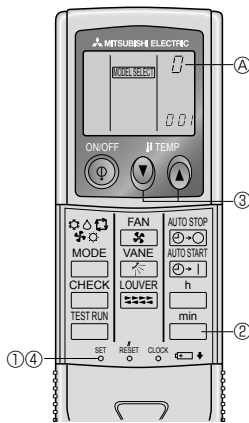

Fig. 6-8
5) Asignación de un mando a distancia para cada unidad (Fig. 6-8)